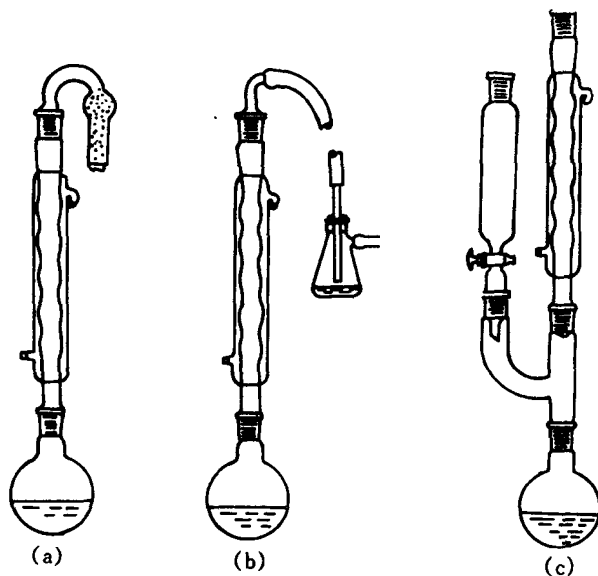

图 1.5 回流装置
(6) 回流加热。当需要长时间加热反应物时,为防止反应物或溶剂蒸发损失,可采用回流加热。回流加热的装置见图 1.5。将冷凝管与加热瓶连接,通过冷凝管外套循环的冷水冷却,使蒸气冷凝,滴回加热瓶中。